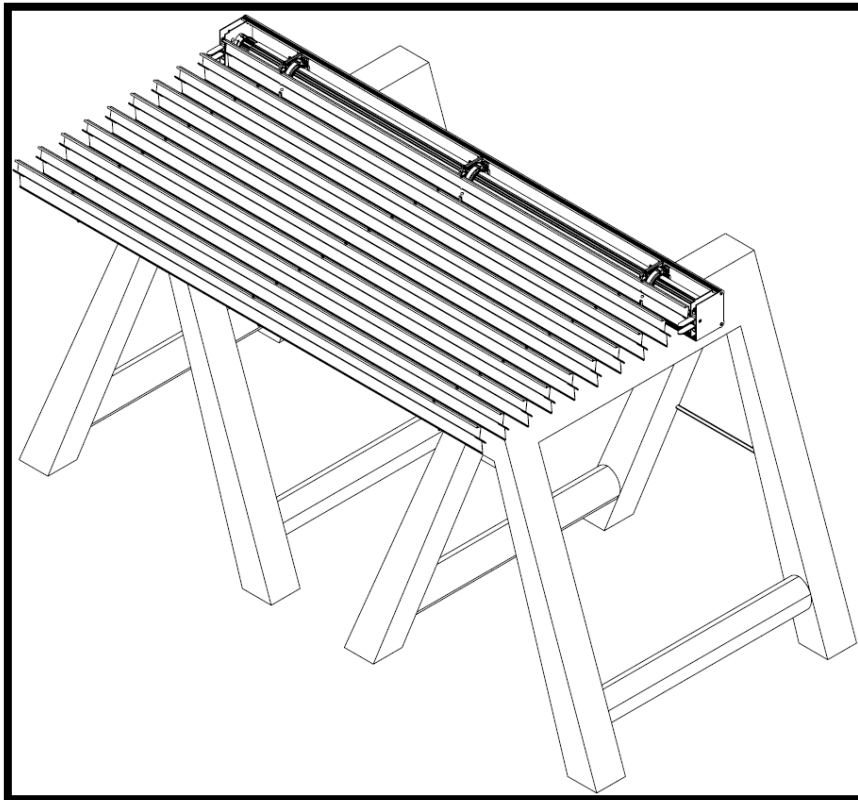

Figure 1
- Poser le BSO sur 2 tréteaux avec les joints PVC vers le haut (voir figure 1)